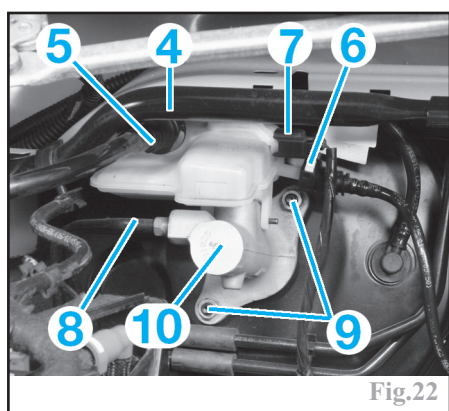

Fig.22
-le renfort de fixation supérieure (4) de jambe de suspension du tablier (Fig.22).